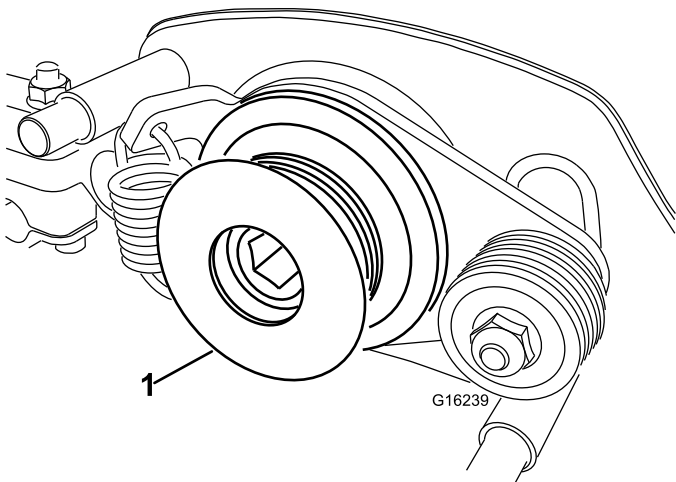

Figura 7
7. Rimuovete la puleggia motrice del groomer dall'albero del rullo (Figura 7).